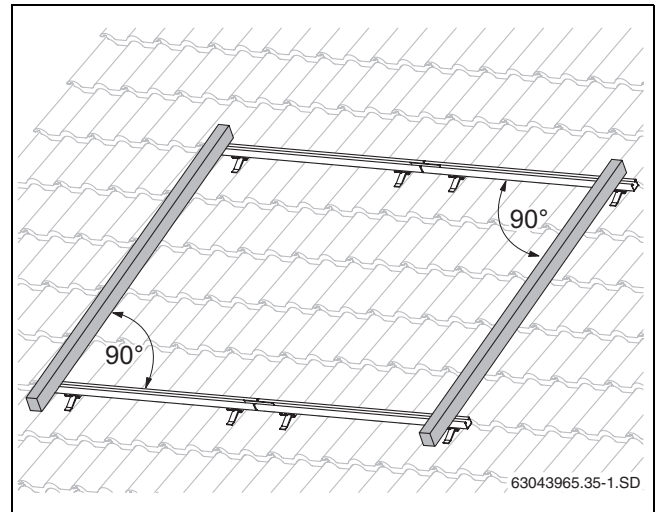

Bild 29 Profilschienen ausrichten
- ▶ Die oberen und unteren Profilschienen seitlich in einer Flucht zueinander und jeweils waagrecht ausrichten (Bild 29, Wasserwaage benutzen).
Messen Sie die Diagonalen oder legen Sie z.B. eine Dachlatte (Bild 29, [1]) an die Enden der Profilschienen. Der Winkel zwischen Dachlatte und Profilschiene muss 90° betragen. Richten Sie die Profilschienen über die Langlöcher aus.